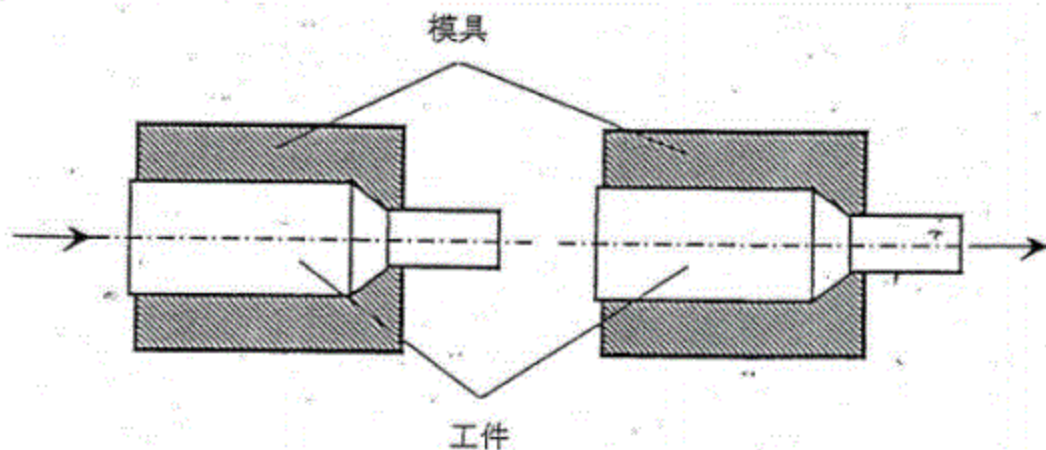

图 1 两种塑性成形工艺示意
1. 图 1 为同一个零件的两种塑性成形工艺(挤压和拉拔), 1) 试用屈雷斯加屈服准则分析哪一种工艺更为省力; 2) 如果该零件的材质为碳素工具钢, 宜采用哪种加工工艺? 为什么? (15 分)